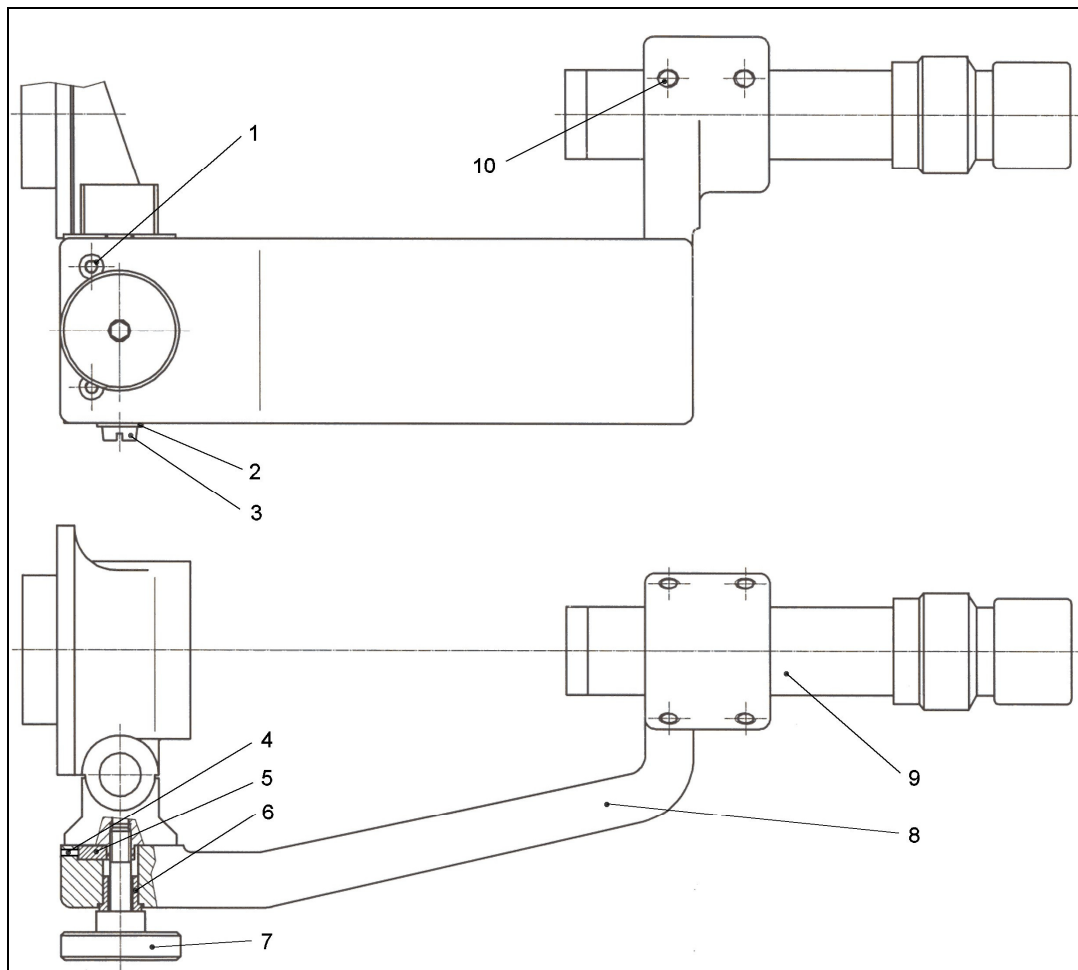

Bild 5-6: Mikroskop
2. Die Schrauben (Bild 5-6, Pos.10) am Träger lösen und das Mikroskop im Träger so verschieben, bis das Profil des Einschneidefräasers scharf abgebildet ist. Schrauben wieder mäßig festziehen.